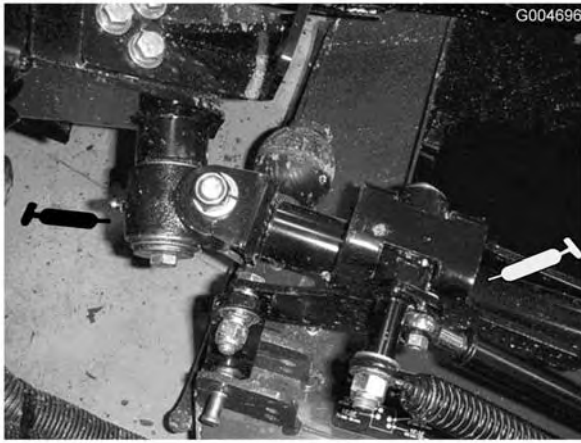

Figura 44
- Casquillos de la palanca acodada (2) (Figura 44).
- Casquillos de los brazos traseros (4) (Figura 44).